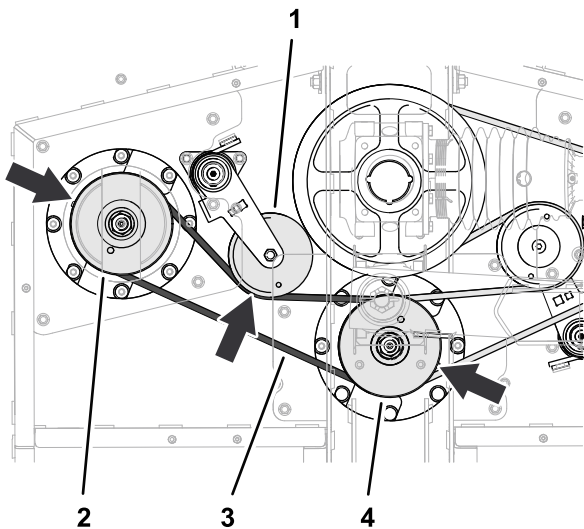

Figure 61
2. Acheminez la longue courroie autour de la poulie d'axe gauche et dans la rainure inférieure de la poulie d'axe central (Figure 61).
3. Au moyen d'une barre de levier ou d'un outil du même genre, faites tourner le tendeur de courroie dans le sens anti-horaire et installez la courroie sur la poulie de tendeur (Figure 61).